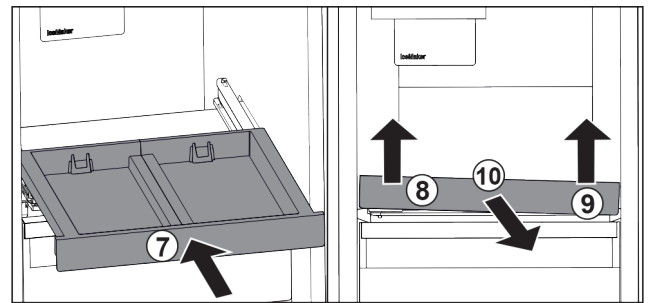

Fig. 82
- ▶ Auszugsbord einschieben. Fig. 82 (7)
- ▶ Auszugsbord vorne links anheben. Fig. 82 (8)
- ▶ Auszugsbord vorne rechts anheben. Fig. 82 (9)
- ▶ Auszugsbord nach vorne entnehmen. Fig. 82 (10)